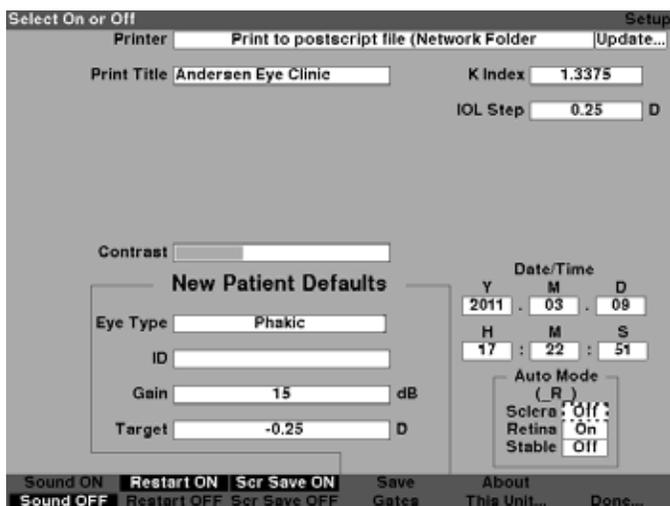

Figura 5-69 Campo de Esclera do Modo automático ativado
2. Pressione o botão giratório ou o botão $\sqrt{\quad}$ para ativar o campo, indicado pela borda tracejada conforme mostrado na Figura 5-69.